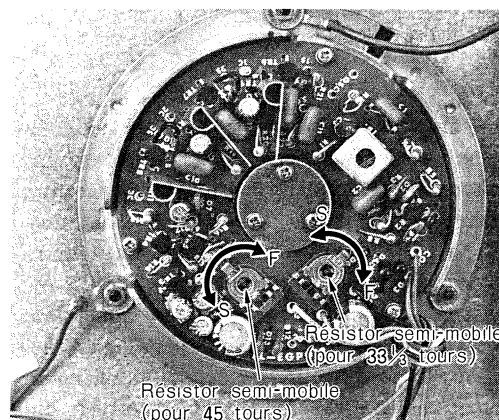

Fig. 4
- (1) Mettre en position marche- choisir la vitesse 33 ou 45.
- (2) Tourner le bouton de commande de façon à l'amener en position moyenne.
- (3) Ajuster la résistance semi-mobile (pour les 33 et 45 tours) à l'aide du tournevis jusqu'à l'arrêt du stroboscope. (Fig. 4)